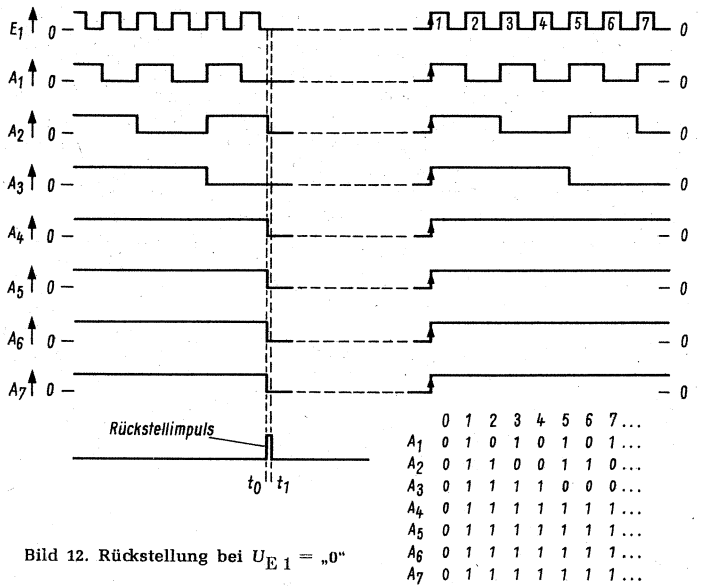

Bild 12. Rückstellung bei $U_{E1} = „0“$
1. $U_{E1} = „0“$ (Bild 12)
In Bild 12 sieht man ein Beispiel, bei dem die Rückstellung erfolgte, als E_1 im „0“-Zustand war. Alle Ausgänge, die unmittelbar vor dem Rückstellimpuls die Lage „1“ hatten, kippen in die Lage „0“ und behalten diese Lage nach dem Rückstellimpuls bei. Der nächste Eingangsimpuls an E_1 kippt alle Ausgänge in die Lage „1“, was einer Vorbereitungs-lage des Zählers (Preset) entspricht. Erst der zweite Impuls wird gezählt. In der Wahrheitstabelle von Bild 12 sind diese Zustände zu sehen. Man sieht, daß der Zähler $(n-1)$ zählt.